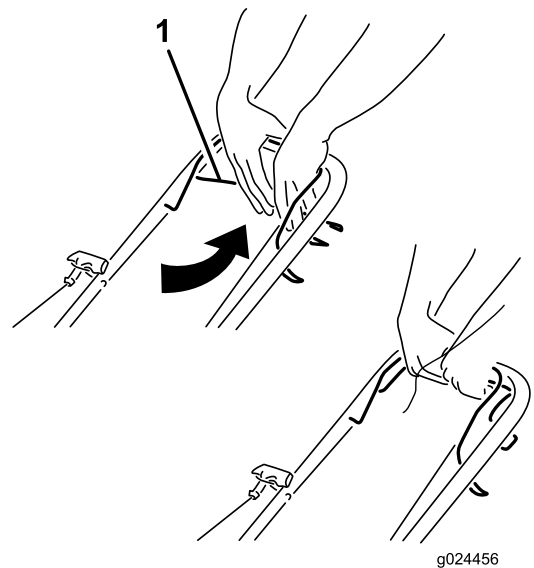

Figure 16
- **Pour engager l'autopropulsion :** Serrez et maintenez la barre de commande d'autopropulsion contre le guidon (Figure 16).